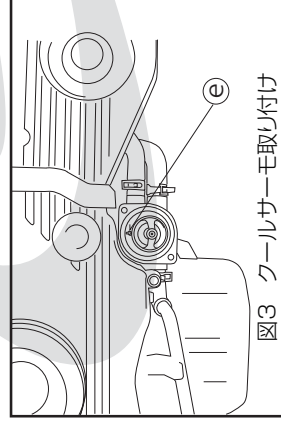

図3 クールサーモ取り付け
- クールサーモをジグ/リブ (図 3-e) が真上に来るようにエンジン側にセットして下さい。